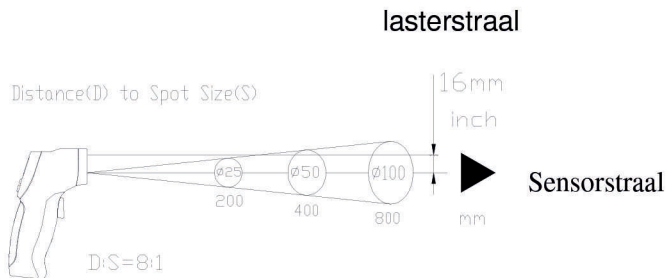

Fig: 1
Als de afstand (D) van het object vergroot, wordt het meetoppervlak (S) eveneens groter. Zie Fig: 1.